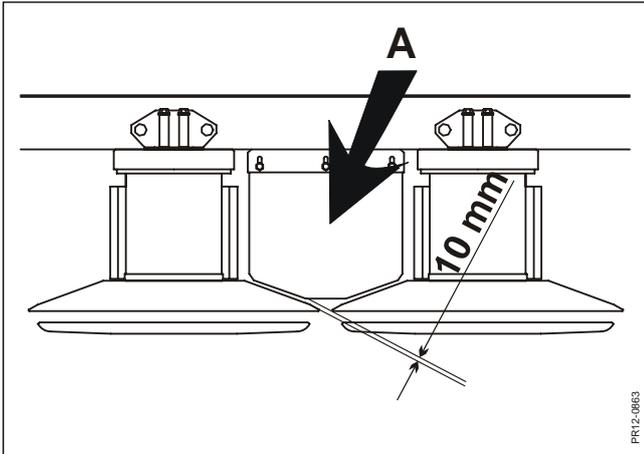

Fig. 3-10
**Fig. 3-10** Falls die Maschine eine hohe Stoppel zwischen den zwei mittleren Trommeln hinterläßt, kann es darauf zurückzuführen sein, daß eine Luftströmung zwischen den Trommeln gemacht wird, die dann die Ernte umlegt, bevor sie geerntet wird. Um diese Luftströmung zu reduzieren, ist die Maschine mit einer Abschirmung **A** von Kunststoff ausgestattet, die dann die Luft bremst.